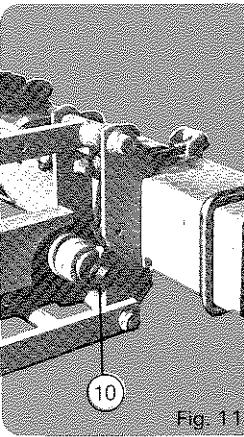

Fig. 11
- L'axe hexagonal supérieur ⑩ se bloque en position par les vis des 2 bagues ⑪ (fig. 11).
- The upper hexagonal shaft ⑩ is locked in position with the bolts of the 2 bushing stops ⑪ (fig. 11).
- Die obere Sechskantwelle wird durch die zwei Feststellringe - Abb. 11 - blockiert.